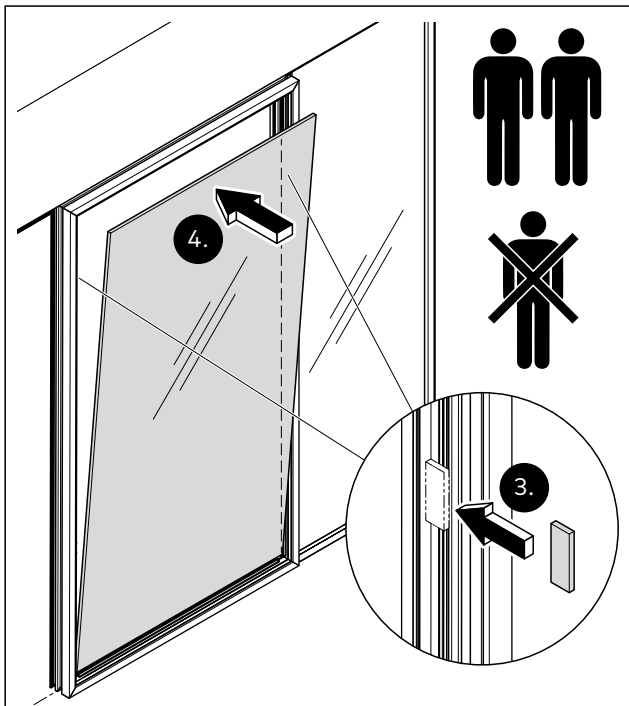

Abb. 34 Das Glas senkrecht ausrichten
- Die senkrechten Klotzhölzer zur Einhaltung des entsprechenden senkrechten Abstandsmaßes vorbereiten (Abb. 34).